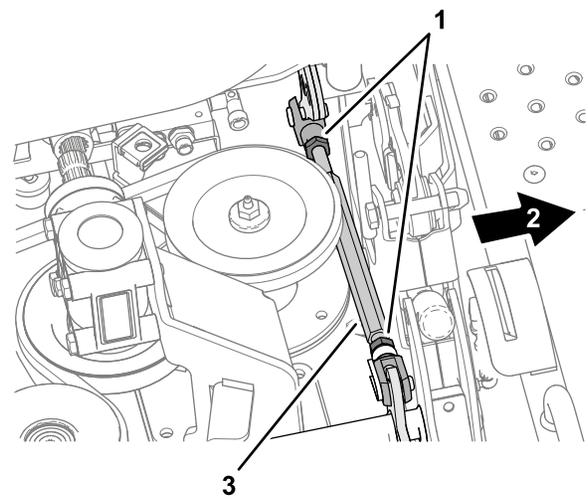
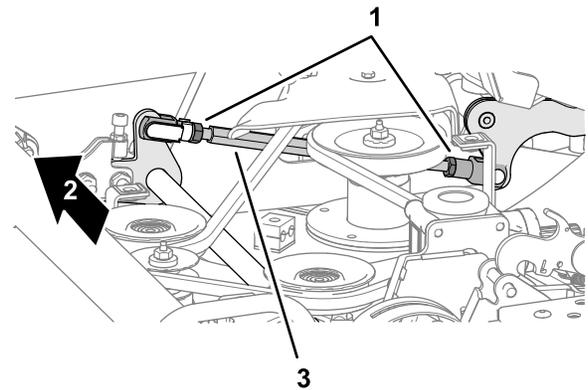

Figura 128
Figura 129
- B. Afloje las contratueras de los mecanismos de ajuste de inclinación de la carcasa (Figura 128 y Figura 129) a cada lado de la carcasa.